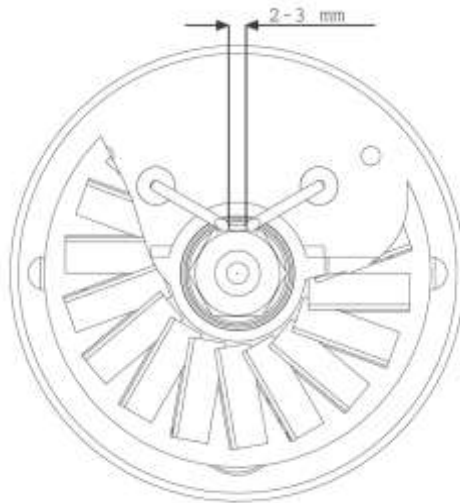

Fig .2
- Démontez le brûleur et nettoyez les différentes parties ; nettoyez les électrodes et réglez leur distance (voir Fig.2).